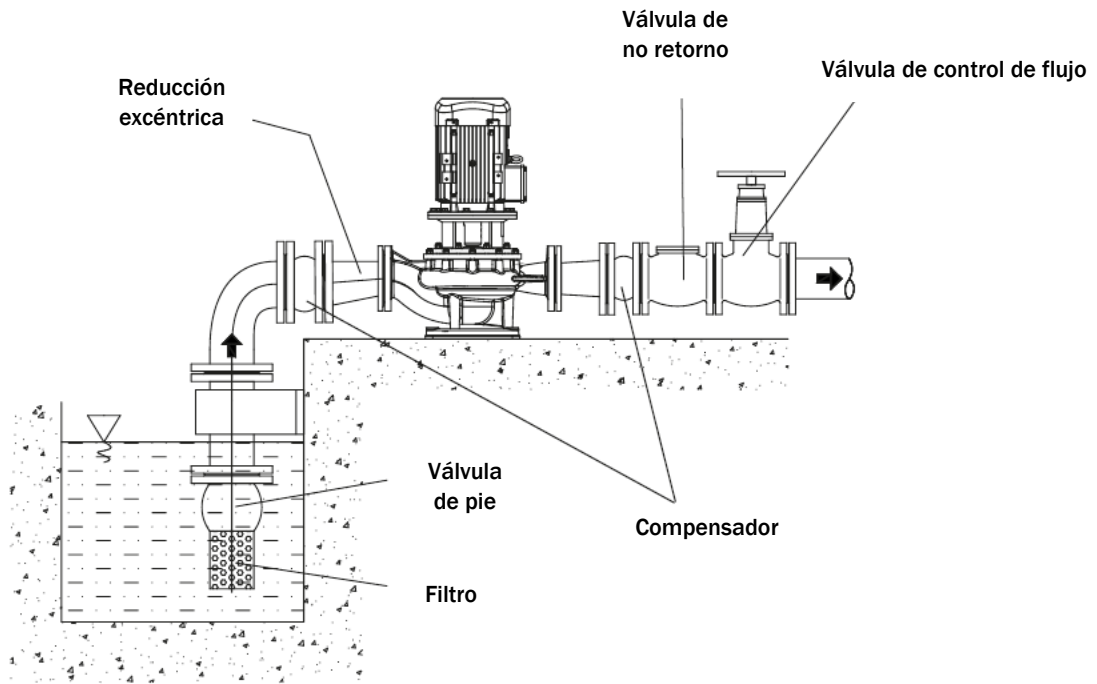

Fig. 2a. Instalación en aspiración
- La tubería de aspiración debe ser definitivamente hermética y no debe estar dispuesta de manera que cause la formación de bolsas de aire. Esto es, se suministra desde un depósito más alto que él, la bomba de aspiración debe ser ligeramente inclinada hacia la bomba; y si la bomba se suministra desde un depósito más bajo que él (sistema con profundidad de aspiración), entonces la tubería de aspiración debe ser gradualmente inclinada ligeramente hacia la bomba (**Fig. 2a y 2b**).